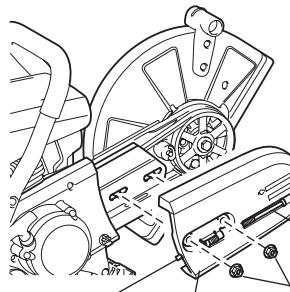

Рис. 1
- (1) Ослабьте крепежную гайку и поверните винт регулировки натяжения влево до тех пор, пока не будет виден конец винта. (Рис. 1)
- (2) Снимите крепежные гайки и крышку ремня. (Рис. 1)